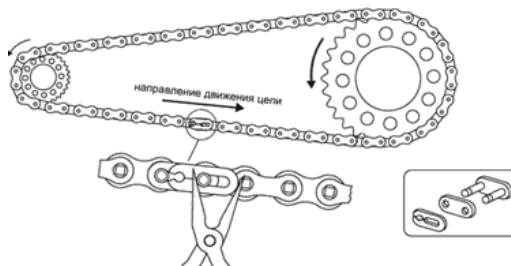

Рисунок 4. Установка элементов замка цепи
5. При помощи плоскогубцев аккуратно снимите замок цепи (рисунок 4). Не сгибайте и не скручивайте замок.
Для вашей безопасности, обратите внимание на правильность установки фиксатора. Фиксатор замка цепи должен быть всегда установлен своей неразъемной стороной по направлению движения цепи (рисунок 4).